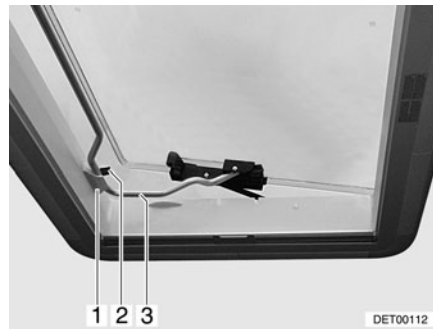

Fig. 55 Claraboya Heki en posición de ventilación 2
- Situar la horquilla (Fig. 55,3) en la sujeción (Fig. 55,1).
- Colocar la palanca (Fig. 55,2) sobre la horquilla.